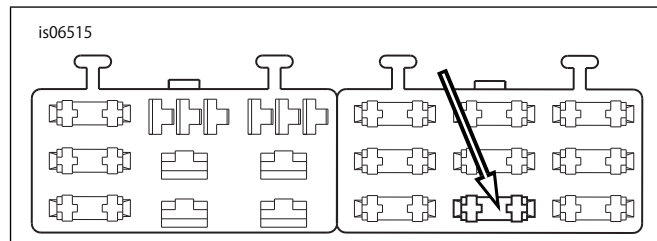

図9. 「オープン」ヒューズブロックキャビティー(2004年以降ダイナ)
- 「図9」を参照してください。右ヒューズブロック内のヒューズブロックカバーの「オープン」と記されたヒューズキャビティー(1)を見つけます。この回路の一方の側につながるワイヤーがありますが、対応するワイヤーまたはヒューズはありません。オレンジ/白アダプターワイヤーのターミナルを止まるまで挿入します。その周囲には工場出荷時に取り付け済みのターミナルが何本かありますので、そのうちの1本を基準にして、今挿入したターミナルの向きと深さを確認してください。